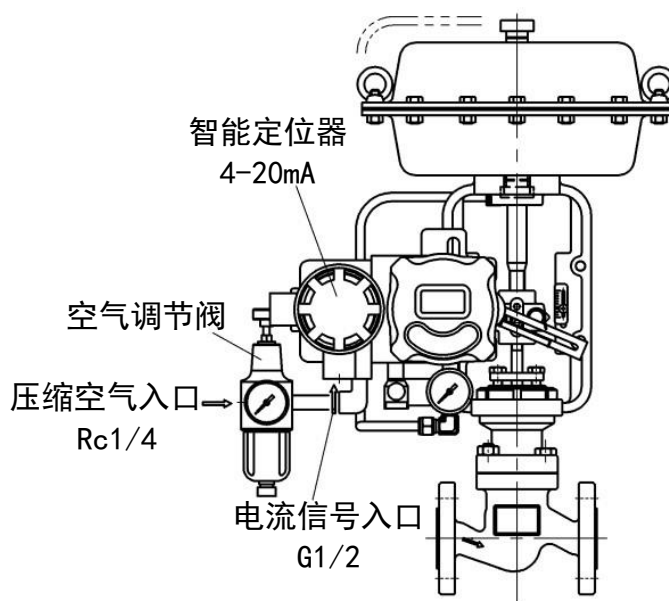

图 13
- 购买带有智能定位器的产品时，出货状态请参照图 13 所示。请从图 13 所示电流信号入口引入信号电缆。电路连接方式为两线制。请确认并将 DC 4-20mA 与外部信号线连接。定位器正常工作时的最小供电电流为 DC 3.8mA。